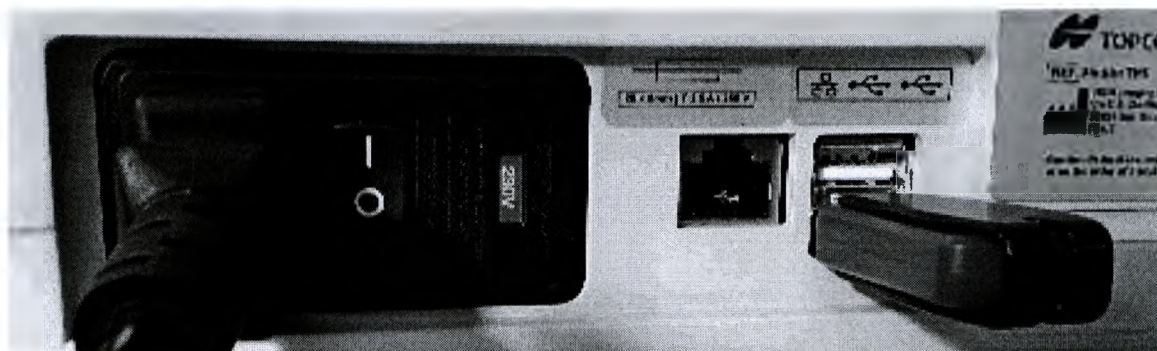

Рисунок 84
- Вставьте USB-накопитель с файлами обновления «Aladdin upgrade» в один из USB-портов (Рисунок 84).